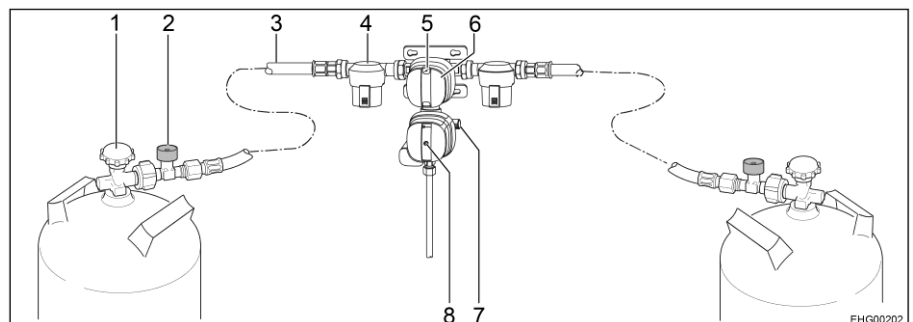

Fig. 86 Sistema de regulación de presión de gas de seguridad DuoControl CS
El sistema de regulación DuoControl se compone de una válvula selectora y el sensor de impacto. El sistema de regulación DuoControl está montado entre las mangueras de alta presión (Fig. 86,3) con dispositivo de seguridad en caso de rotura de manguera (Fig. 86,2). Con el botón giratorio (Fig. 86,6) en la válvula selectora se puede determinar cuál de las bombonas de gas se utilizará como bombona de servicio y cuál de ellas como bombona de reserva.
En la mirilla (Fig. 86,5) se indica el estado del suministro de gas:
El sensor de impacto bloqueará el suministro de gas en caso de un impacto significativo (p. ej. accidente). La posición del botón de restablecimiento amarillo (Fig. 86,8) indica el estado de funcionamiento del sensor de impacto:
- Si el botón de restablecimiento amarillo (Fig. 86,8) está hundido, el sensor de impacto está dispuesto para el funcionamiento.
- Si el botón de restablecimiento amarillo (Fig. 86,8) sobresale, el sensor de impacto **no** está dispuesto para el funcionamiento. Puesta en funcionamiento, véase más abajo.
El dispositivo de seguridad en caso de rotura de manguera (Fig. 86,2) bloqueará el flujo de gas si se rompe la manguera conectada. El dispositivo de seguridad en caso de rotura de manguera se deberá activar pulsando la tecla verde.
- Con el botón giratorio (Fig. 86,6) en la válvula selectora, seleccionar la bombona de gas de la que habrá de tomarse el gas principalmente (bombona de servicio). Girar el botón giratorio siempre hasta el tope.
- Abrir las llaves de paso principales (Fig. 86,1) de las bombonas de gas.
- Pulsar la tecla verde del dispositivo de seguridad en caso de rotura de manguera (Fig. 86,2) por aprox. 5 segundos. En la mirilla (Fig. 86,5) se visualizará la marca verde.
- Si el sensor de impacto ha disparado (el botón de restablecimiento amarillo (Fig. 86,8) sobresale):
Hundir el botón de restablecimiento amarillo (Fig. 86,8) con fuerza, girarlo ligeramente en sentido de las agujas del reloj y mantenerlo pulsado por aprox. 5 segundos. Asegurarse de que el botón de restablecimiento permanezca en la posición hundida ("dispuesto para el funcionamiento").
- Cerrar las llaves de paso principales (Fig. 86,1) de las bombonas de gas.
En caso de que luz de control verde (Fig. 87,6) se apague durante el servicio y se encienda la luz de control roja (Fig. 87,5), estará vacía la bombona de servicio y se deberá cambiar. En la mirilla (Fig. 86,5) de la bombona de gas perteneciente se visualizará la marca roja. La bombona de reserva seguirá suministrando gas a los consumidores de gas.
- Girar el botón giratorio (Fig. 86,6) hasta el tope en sentido de la bombona de gas utilizada de momento. De este modo, esta bombona de gas ahora será la bombona de servicio y la bombona de gas vacía se convertirá en la bombona de reserva. La marca en la mirilla (Fig. 86,5) cambiará de rojo a verde.
- Cerrar la llave de paso principal (Fig. 86,1) de la bombona de gas vacía. Observar el sentido de la flecha.
- Pulsar la tecla verde del dispositivo de seguridad en caso de rotura de manguera (Fig. 86,2).